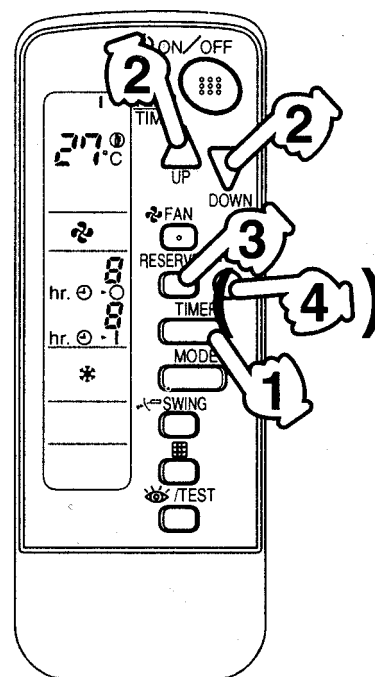

Рис. 8
(см. рис. 8)
- Для выхода из режима управления по таймеру нажмите **кнопку выключения таймера** (**4** на рис. 8), после чего индикация таймера исчезнет с табло.